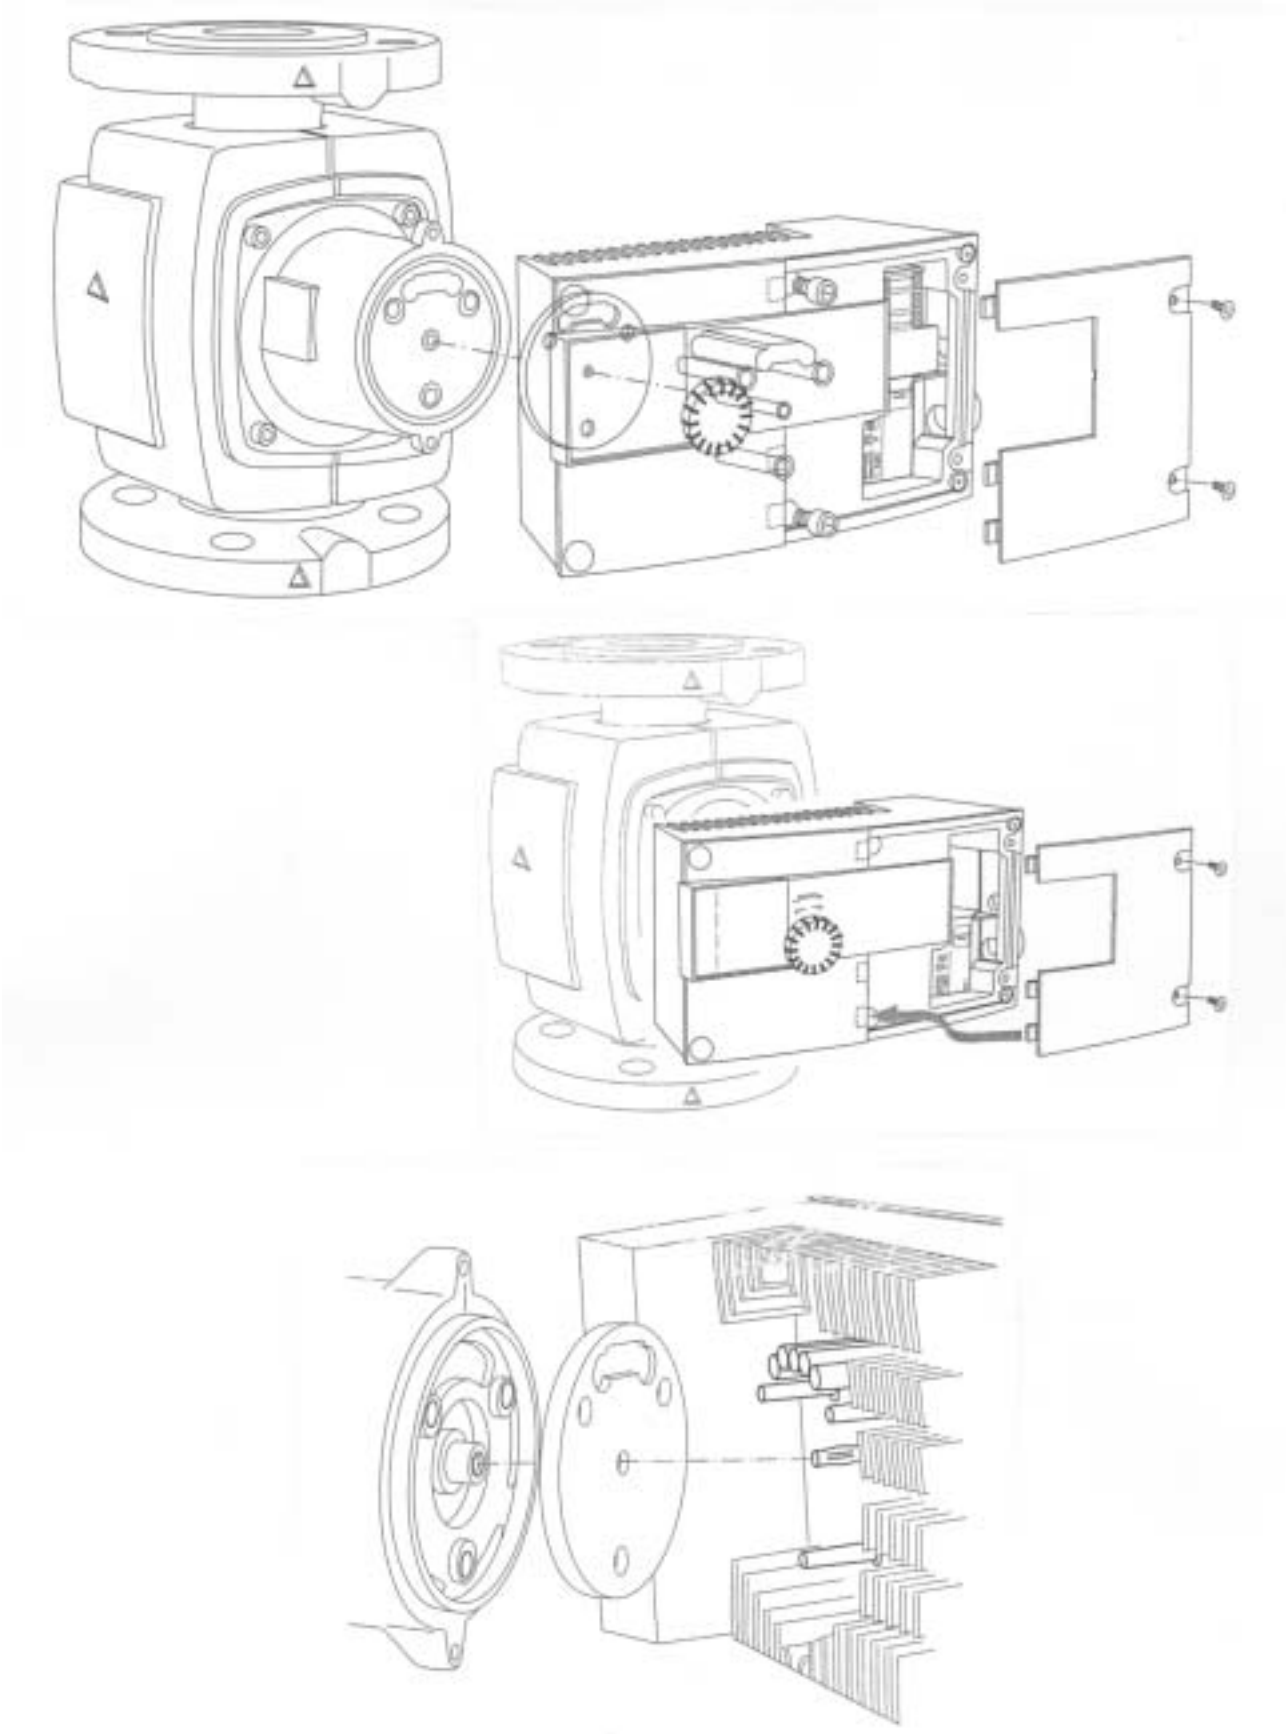

Fig. 4
- Tag av locket till kopplingsboxen: se Fig 4
- Locket till kopplingsboxen hakas in i urtagen och skruvas fast: se Fig 4.